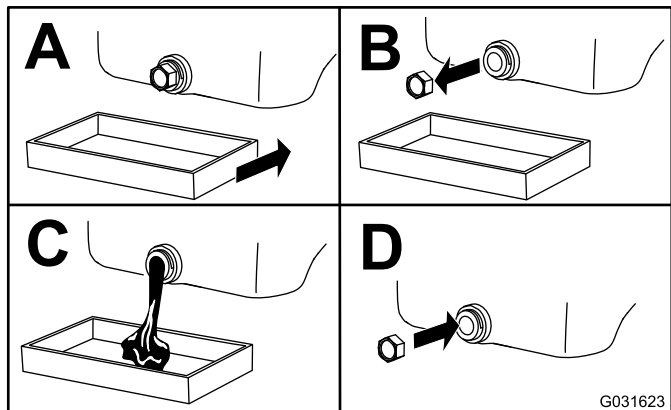

Figura 47
- Mude o óleo do motor conforme indicado na Figura 47.